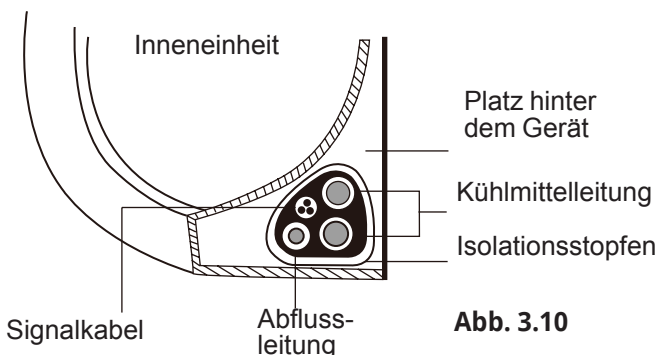

Abb. 3.10
1. Wickeln Sie die Abflussleitung, die Kühlmittelleitungen und das Signalkabel gemäß Abbildung 3.10 ein.